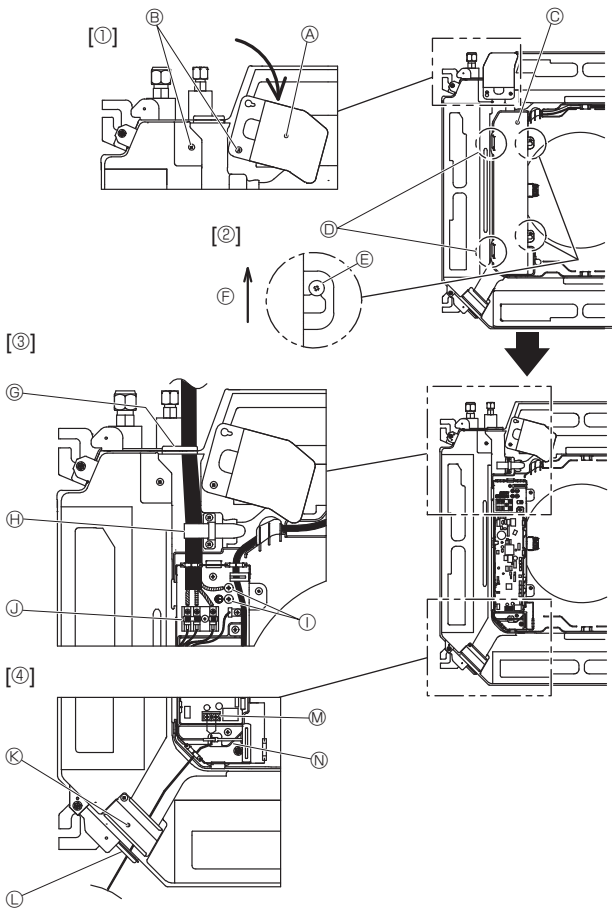
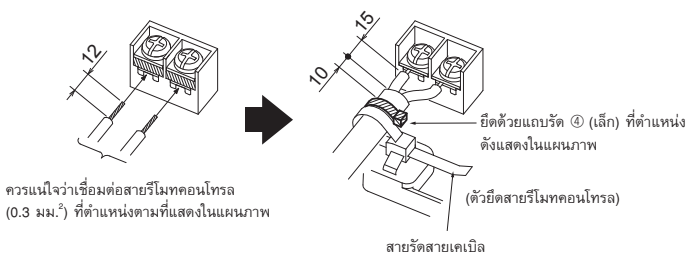

Fig. 6-1
Fig. 6-3
6.1. เครื่องภายในอาคาร (Fig. 6-1)
1. คลายสกรูสองตัวที่ยึดแผงเซอร์วิสการเดินสายไฟออก จากนั้นหมุนแผงเซอร์วิสการเดินสายไฟ [Fig. 6-1 ①]
2. คลายสกรูสองตัวที่ยึดฝาครอบตู้สายไฟออก จากนั้นเลื่อนฝาครอบตู้สายไฟ [Fig. 6-1 ②]
3. เดินสายไฟ, สายเชื่อมต่อตัวเครื่องภายใน/ภายนอกอาคาร และสายดินผ่านช่องสายไฟที่ตั้งแสดงในแผนภาพ [Fig. 6-1 ③]
หากคองไม่สามารถใช้ซี่หวางปลาแบบกลมได้ ให้ปฏิบัติตามขั้นตอนการทำงานใน Fig. 6-3 ถึง 6-6 ให้ดูที่ 6.1.1. และ 6.1.2. สำหรับการเชื่อมต่อ
4. สอดและจัดวางสายรีโมทคอนโทรลผ่านช่องสายไฟที่ตั้งแสดงในแผนภาพ [Fig. 6-1 ④, Fig. 6-3] ให้ดูที่ 6.1.1. และ 6.1.2. สำหรับการเชื่อมต่อ